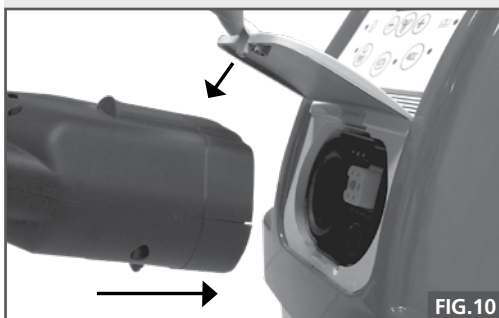

FIG. 9
- Vapore: premere il tasto "A", dopo circa 7 minuti la spia "d" si accenderà e l'apparecchio raggiungerà la temperatura e la pressione ottimale di lavoro. Il vapore va regolato in base alla superficie da trattare mediante la manopola (fig.9).